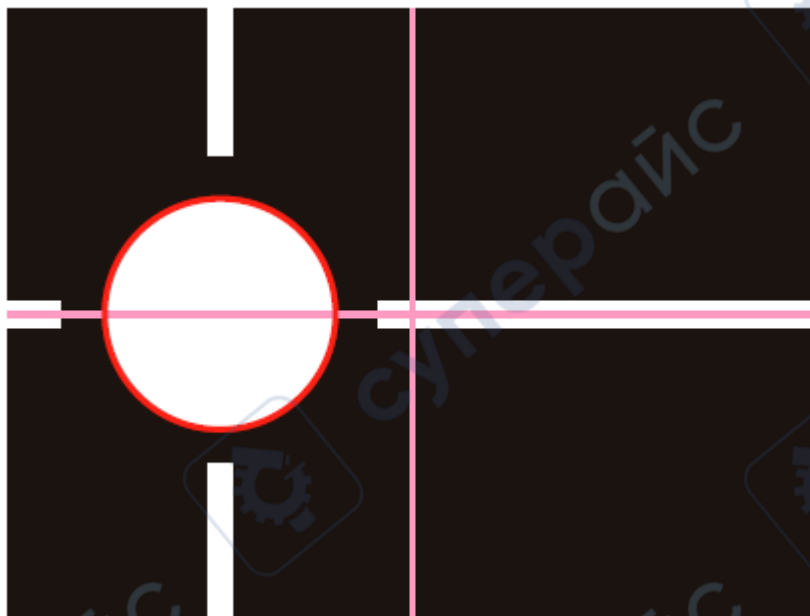

Рисунок 2 – Отрисованный контур круга
5. **Захват объекта:** Щелкните левой кнопкой мыши внутри стандартного круга. Когда контур круга будет отрисован программой, это означает, что объект выбран (см. Рис. 2).